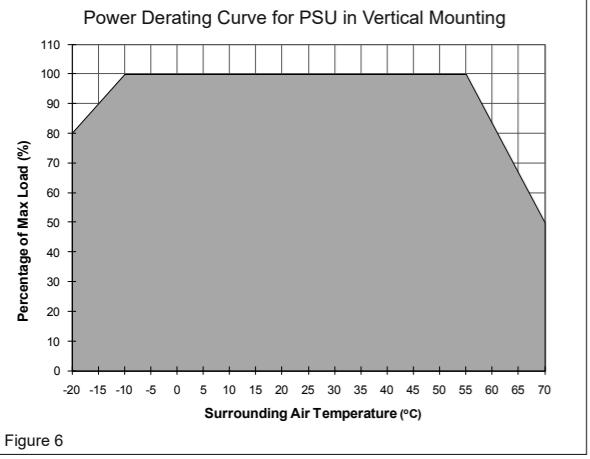

Figure 6
Derating (Leistungsherabsetzung)	Leistungsherabsetzung gemäß Abb. 6 -10°C bis +20°C (2% / °C), > 55°C (3,33% / °C) Vertikal
Betriebstemperaturbereich (Umgebungstemperatur)	-20°C bis +70°C (Leistungsherabsetzung gemäß Abb. 6)
4.4. Temperaturverhalten (Abb. 6)